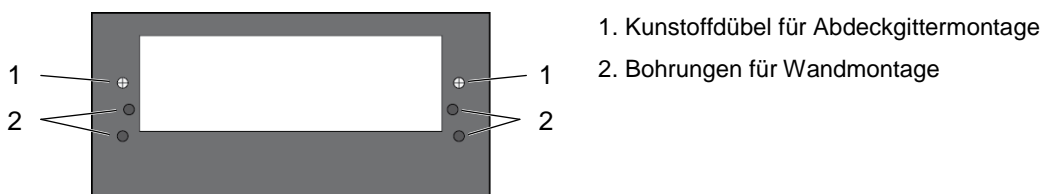

Abb. 34 Kunststoffdübel für Abdeckgittermontage und Bohrungen für Wandmontage
- Das Zuluftelement Wand mit geeigneten Schrauben in der Aussparung der Wand fixieren. Nutzen Sie hierzu die durchgängigen Bohrungen im Zuluftelement Wand (siehe Abb. 34, S. 30).
- Drehen Sie die im Lieferumfang enthaltenen Schrauben vorsichtig in die mit Kunststoffdübeln (siehe Abb. 34) versehenen Bohrungen des Zuluftelements, sodass sie herausragen. Die Schrauben dienen während des Verputzens der Wand als Schutz der Dübel und der späteren Montage des Abdeckgitters.